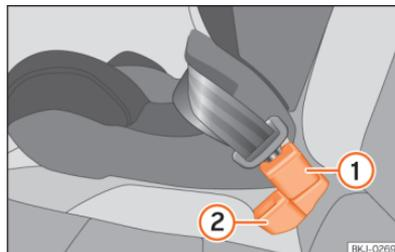

Abb. 43 Position des Gurtschlusses auf der Rücksitzbank
- ① Gurtschloss für den mittleren Sitzplatz
- ② Gurtschloss für den äußeren Sitzplatz Kindersitze sollten immer mittig auf einem Sitzplatz des Fahrzeugs eingebaut werden. Um dies auf dem mittleren Sitzplatz der Rücksitze zu ermöglichen, beachten Sie die folgenden Hinweise:
- Gurtschloss für den mittleren Sitzplatz >>> [Abb. 43] ① hinter dem Gurtschloss für den äußeren Sitzplatz >>> [Abb. 43] ② anbringen.
- Schlosszunge des Sicherheitsgurts des mittleren Sitzplatz in das Gurtschloss für den mittleren Sitzplatz >>> [Abb. 43] ① stecken, bis es hörbar einrastet.
- Damit die Gurte richtig eingelegt sind, sollten die Gurtschlösser nicht verdreht werden >>> [Abb. 43].